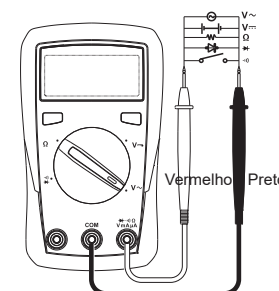

Figura 2
1.AC/DC medição da tensão (ver Figura 2)
2. Medição da resistência (ver Figura 2)
3. Medição de continuidade (ver Figura 2)
4. Medição do díodo (ver Figura 2)